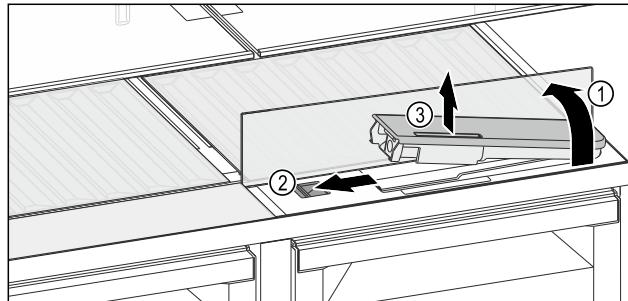

Fig. 142
- Підняти скляну панель і відкинути до упору назад Fig. 142 (1).
- Посуньте повзунок Fig. 142 (2) уліво.
- Вийняти бак для води Fig. 142 (3).